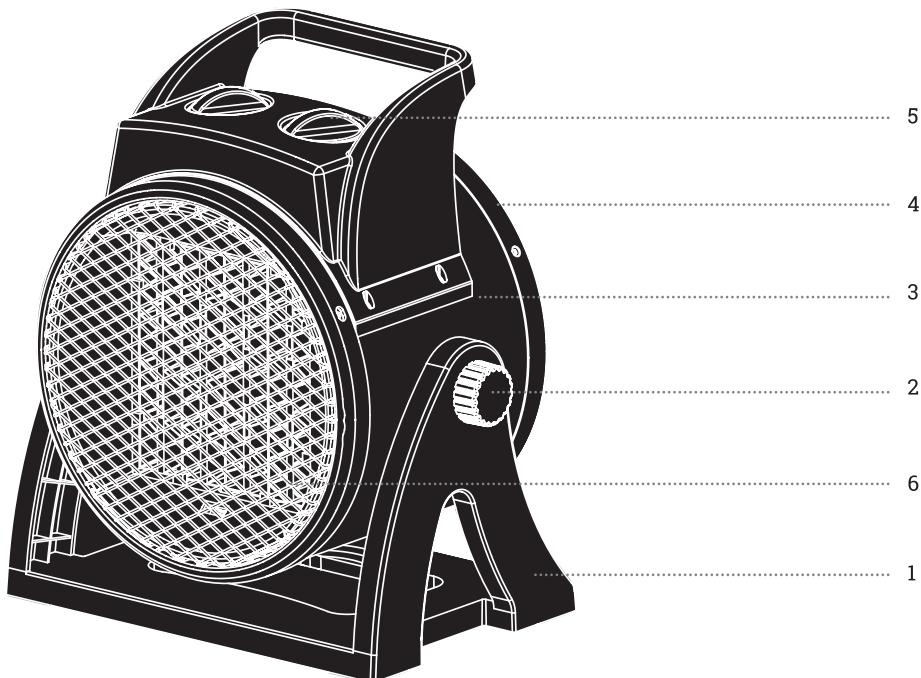

Рис. 1. Устройство прибора: 1) подставка, 2) фиксатор, 3) поворотный корпус, 4) воздуховыпускная решетка, 5) блок управления и ручка, 6) воздухозаборная решетка
Несущая конструкция тепловентилятора (рис. 1) состоит из корпуса (3), изготовленного из листовой стали и имеющего цилиндрическую форму. В корпусе размещены вентилятор и трубчатые электронагревательные элементы. Снаружи корпуса расположен блок управления (5). Корпус, закрытый воздухозаборной (6) и воздуховыпускной (4) решетками, фиксаторами устанавливается к подставке (1) и имеет возможность поворота